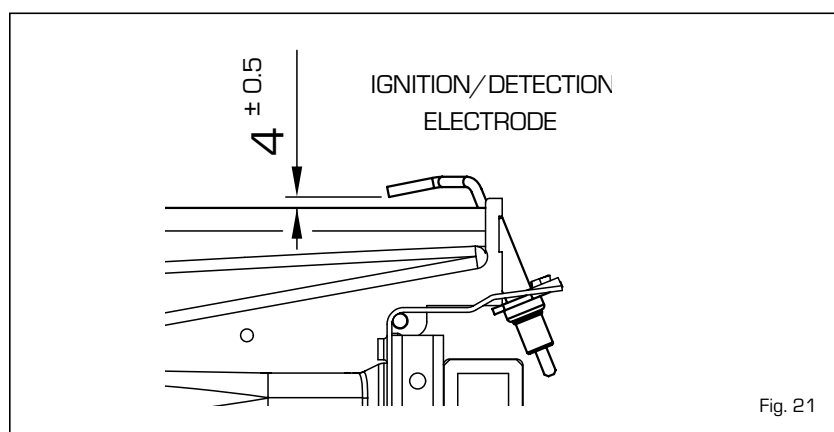

Fig. 21
- Rimontare in ordine inverso. Controllare la distanza dell'elettrodo (fig. 21) e verificare la sua resistenza ed accensione.